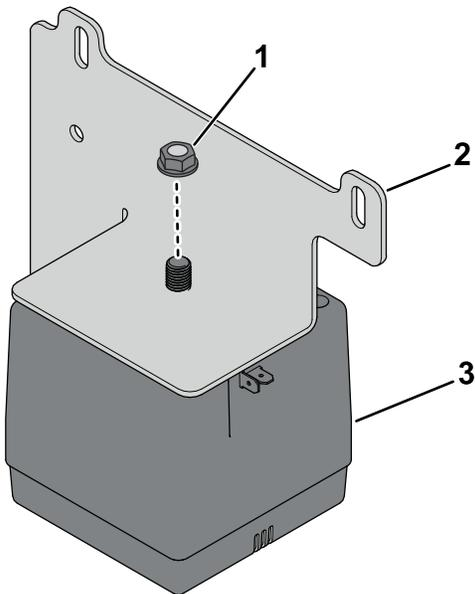

Figura 25
13. Utilice la tuerca existente del claxon para sujetar el claxon al soporte de montaje del claxon (Figura 25).